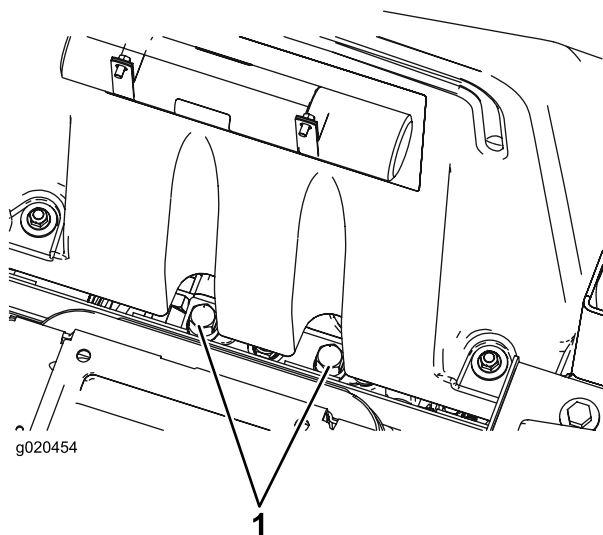

Figura 57
1. Levante el asiento y localice las válvulas de desvío, que están situadas debajo de la parte delantera del depósito de combustible (Figura 57).